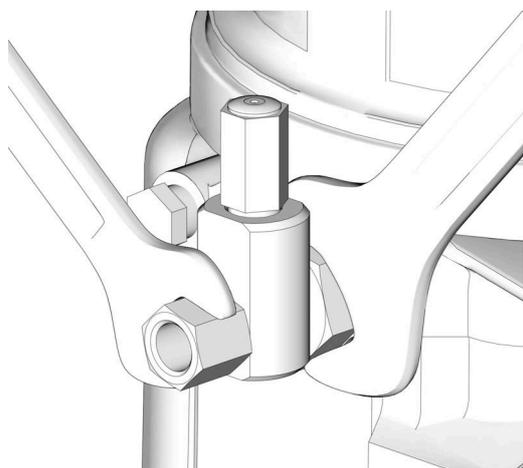

FIG. 20
Para aliviar la presión, ponga dos llaves en el elemento de bomba y su accesorio de conexión y haga fuerza en direcciones opuestas para aflojar lentamente solo el accesorio hasta que se suelte y no salga más lubricante ni aire por el mismo. Repítalo con cada elemento de bomba instalado (FIG. 20).
- Utilice siempre dos llaves y haga fuerza en direcciones opuestas cuando conecte algo al elemento de bomba o accesorios auxiliares. Vea un ejemplo en la FIG. 20.